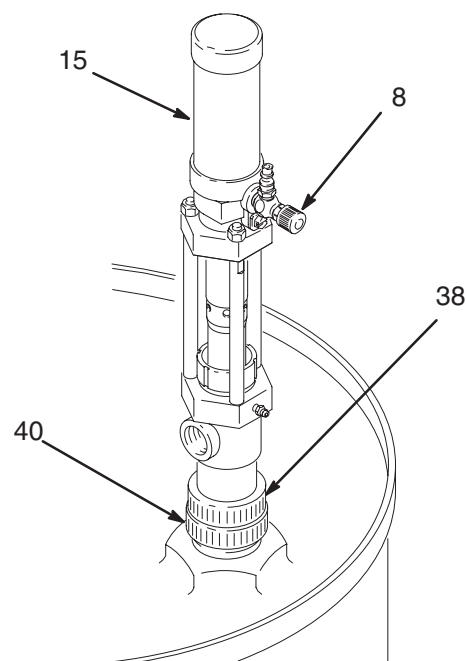

Fig. 1
1. Avvitare l'adattatore a fusto (40) e la pompa saldamente nel coperchio del fusto. Vedere Fig. 1.
2. Serrare il blocco (38) saldamente per completare la guarnizione a tenuta d'aria.
3. Separare le due metà dell'etichetta identificativa (15) lungo la perforazione. Pulire la superficie del motore pneumatico con solvente ed applicare l'etichetta appropriata (RES ed ISO) per identificare il tipo di materiale da pompare.
4. Installare un regolatore aria all'ingresso aria della pompa di alimentazione per controllare la velocità della pompa. Per installare, rimuovere la valvola aria (8) ed utilizzare un adattatore appropriato al regolatore ed ai raccordi dello spinotto. Utilizzare un sigillante per filettature sulle filettature maschie.